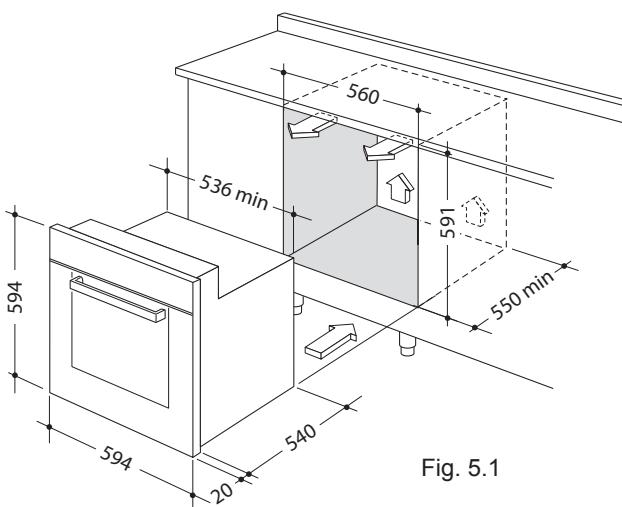

Fig. 5.1
- Per l'installazione è necessario creare un vano come illustrato nelle figure 5.1 e 5.2. La base del forno deve essere fatta appoggiare su dei supporti resistenti al peso.